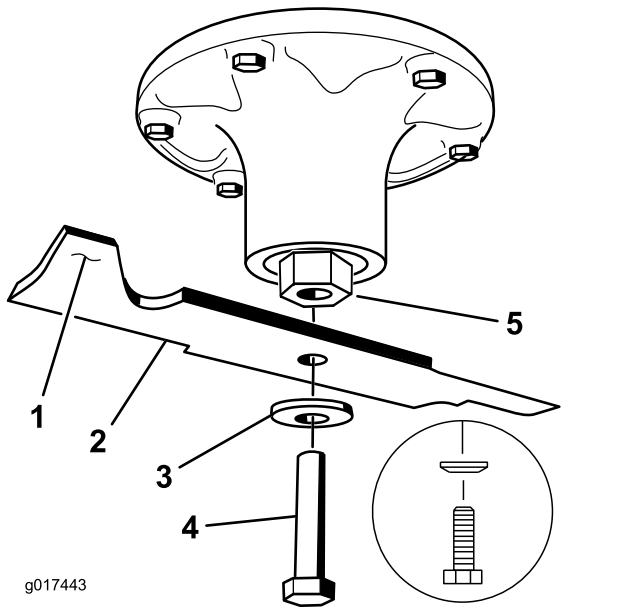

Figura 115
2. Retire del eje el perno de las cuchillas izquierda y central, la arandela curva y la cuchilla (Figura 115).
1. Instale las cuchillas izquierda y central, las arandelas curvas y los pernos de las cuchillas en los ejes (Figura 115 y Figura 116).
Nota: Asegúrese de que el cono de la arandela curva esté orientado hacia la cabeza del perno (Figura 115).
2. Instale la cuchilla derecha, la arandela curva y el perno de la cuchilla (perno con rosca a izquierdas) en el eje (Figura 115 y Figura 116).